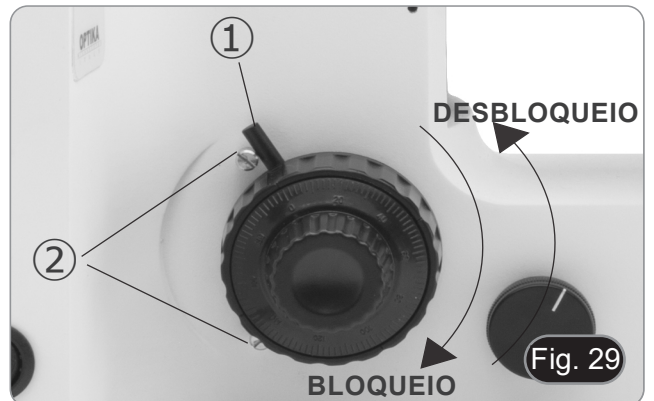

Fig. 29
- Depois de focar o espécime, puxar a alavanca ① em direcção à frente do microscópio e trancá-lo. (Fig. 29)
- Dois cliques de bloqueio são inseridos no suporte ②. NÃO REMOVA OS DOIS RETENTORES.**